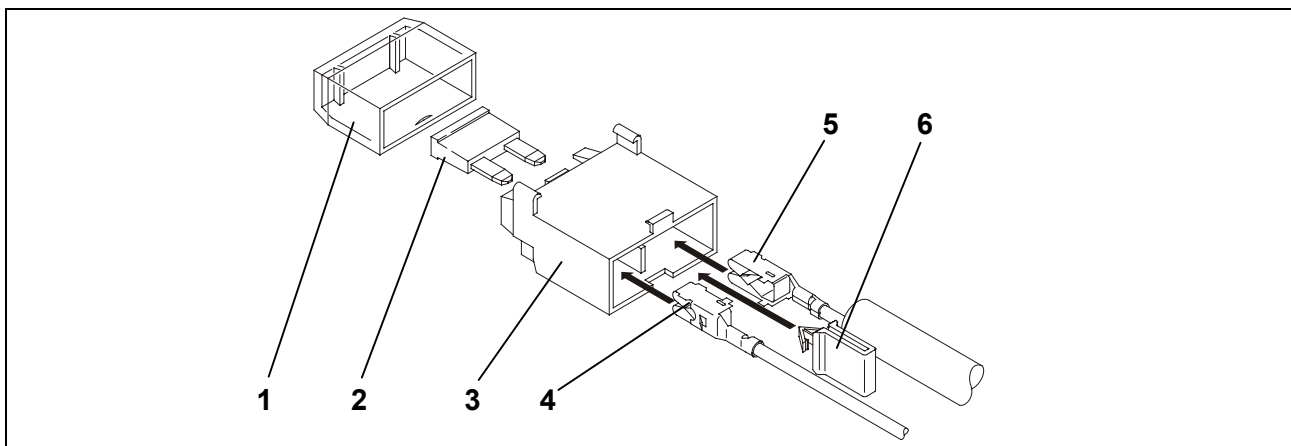

Abb. 3: Zusammenbau Sicherungshalter
14. Die Flachsteckhülse der roten Leitung (Abb. 3/5) aus dem Leitungsstrang und der beiliegenden roten Einzelleitung (Abb. 3/4) in den Sicherungshalter (Abb. 2/6) einrasten.
15. Den gelben Clip (Abb. 3/6) einsetzen.
16. Sicherung (Abb. 3/2) einsetzen und Abdeckung (Abb. 3/1) aufstecken.